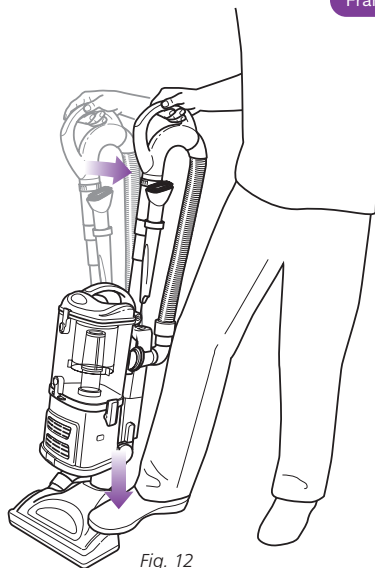

Fig. 12
- 4 Tenez la poignée et inclinez-la vers vous en appuyant doucement sur la brosse à planchers avec votre pied. (Fig. 12)